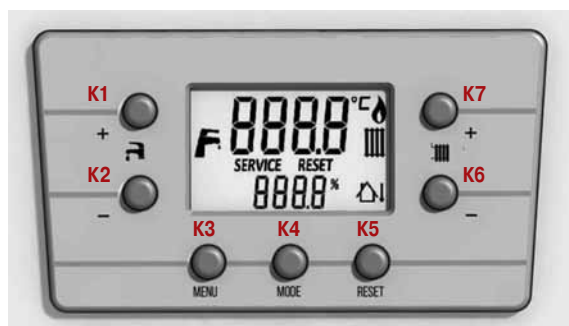

Рис. 1. Панель управления
Газовый клапан оборудован электронной системой регулировки пламени, действующей в зависимости от установленной температуры клавишами К1 и К2 (рис. 1) и количества отбираемой из кранов воды. Клавишам К1 и К2 (рис. 1) задается требуемая температура в система горячего водоснабжения. Для увеличения температуры, нажмите клавишу К1, а для уменьшения – К2. Эта электронная система позволяет поддерживать температуру выходящей из котла воды постоянной также и при малом количестве отбираемой воды. Во время отбора воды на дисплее показана температура горячей санитарной воды.
Для регулирования температуры в помещении можно использовать комнатный термостат (поставляется отдельно). Если комнатный термостат не установлен, температуру в помещении можно изменять задавая температуру воды в системе отопления нажатием клавиш К6 и К7 (рис. 1).
Необходимо, чтобы во время этой операции был выбран режим OFF при помощи кнопки K4 (рис.1).
- Для выключения с сохранением активной функции «антизаморозка» необходимо нажатием кнопки K4 (Рис.1) выбрать режим «OFF». Котел выключается (на дисплее высвечивается надпись OFF), но электрический контур котла остается под напряжением и активизируется функция «защита от замерзания» (глава 8).
Для осуществления сброса ошибки котла нажмите кнопку K5 (Рис. 1) на 3 сек. При повторных отображениях данной неисправности обратитесь в обслуживающую организацию.